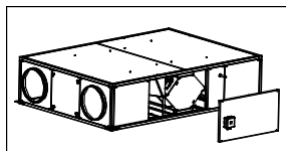

Рис. 1
2. Зніміть бічну панель (рис. 1).